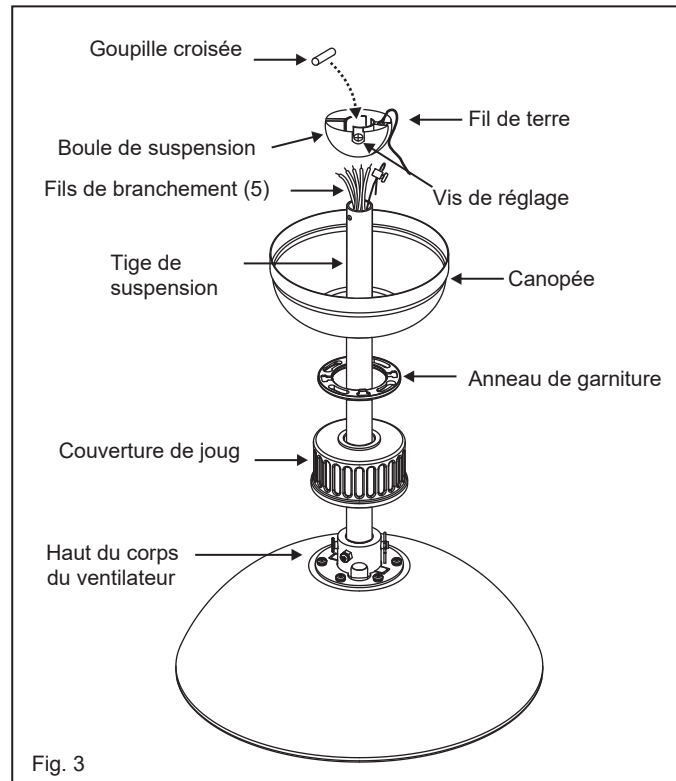

Fig. 3
- 6 Glissez le couvercle de l'étrier, l'anneau de garniture et l'auvent sur la tige de suspension. (Fig.3)
- 1 Retirez la plaque murale existante et l'ancien interrupteur de la boîte de prise murale. (Fig. 3)